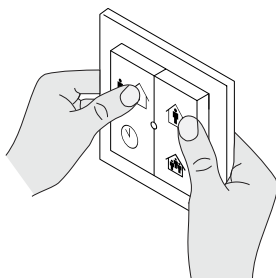

Fig. 7
2. Premere e tenere premuti i due pulsanti superiori o di due inferiori (fig. 7).